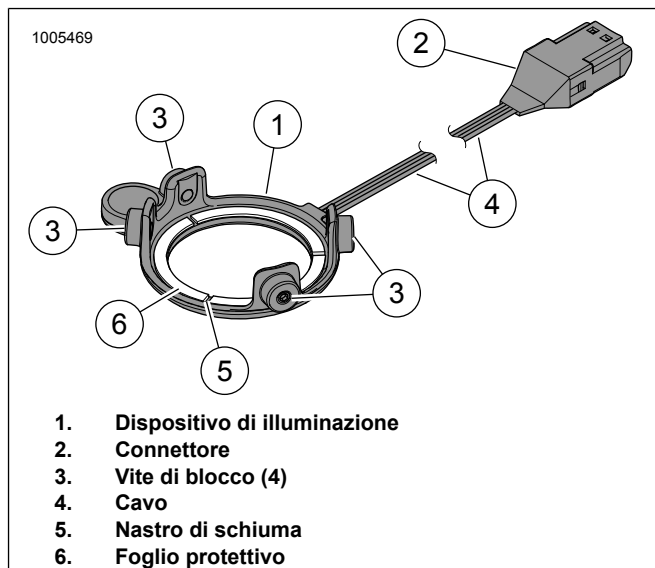

Figura 5. Luce LED, altoparlante rotondo Stage I
3. Vedere la figura 5. Rimuovere il foglio protettivo (6) dal nastro di schiuma (5) sul retro del dispositivo di illuminazione (1).